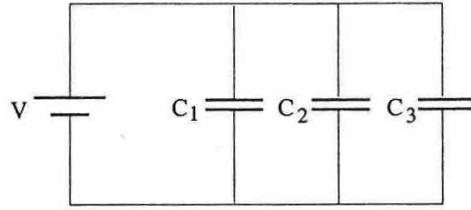

Figure 3: Condensateurs en parallèle.
Par contre, si trois condensateurs sont branchés en *parallèle*, comme à la Figure 3, la différence de potentiel aux bornes de chaque condensateur est égale à la fém,  $\mathcal{E}$ , produite par la source de courant. Le circuit en parallèle possède une capacité équivalente  $C_p$  donnée par
1. En utilisant le panneau de circuit électrique, branchez les trois condensateurs dans un circuit en *parallèle* comme à la Figure 3.